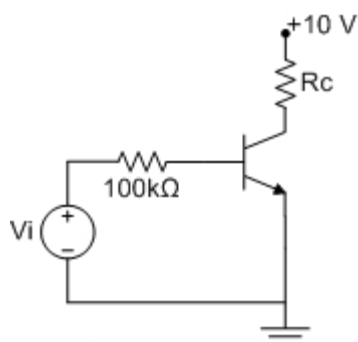

Figura 05
06. Observe a figura 05.
Os valores para  $V_i$  e  $R_c$ , que levam o transistor do circuito da figura 05, com  $\beta = 100$  e  $V_{BE} = 0,7 \text{ V}$ , à saturação são, respectivamente,